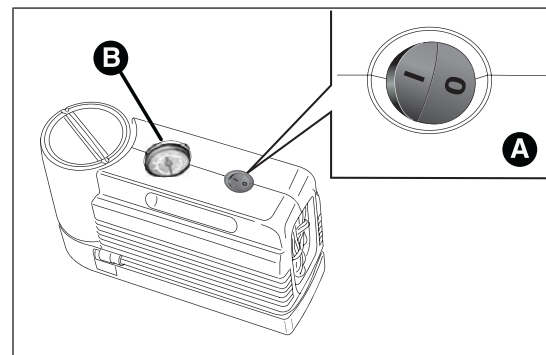
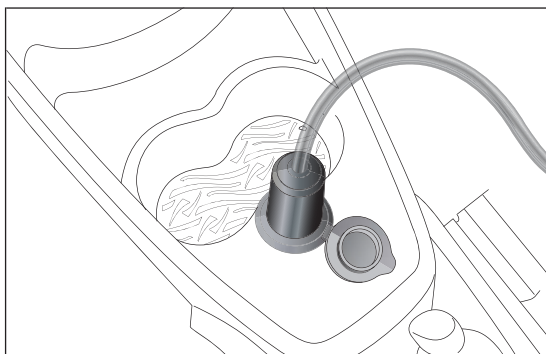

fig. 121
fig. 122
- s'assurer que l'interrupteur A fig. 121 du compresseur est en position 0 (éteint), démarrer le moteur, insérer la fiche dans la prise de courant située sur le tunnel central fig. 122 et actionner le compresseur en plaçant
l'interrupteur A en position I (allumé). Gonfler le pneu à la pression indiquée dans le paragraphe « Pression de gonflage » du chapitre « Caractéristiques Techniques ». Pour obtenir une lecture plus précise, il est conseillé de vérifier la valeur de la pression sur le manomètre B fig. 121 quand le compresseur est éteint ;